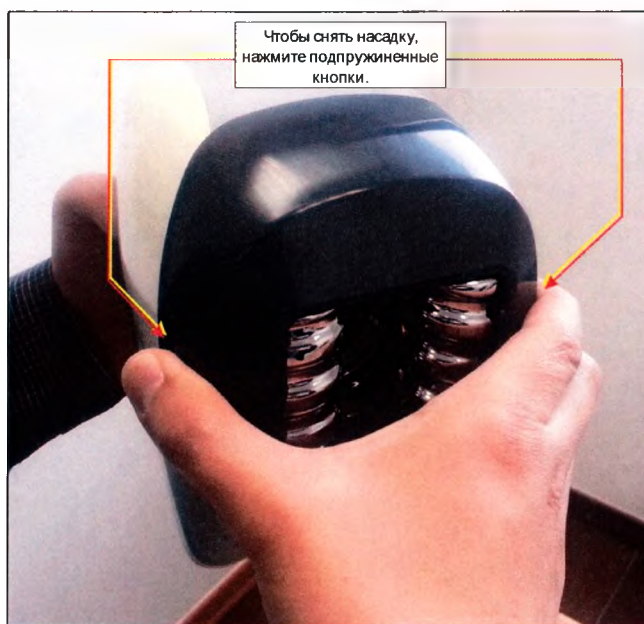

Рис. 36: Снятие съёмной насадки с Большого аппликатора «VSmooth»
1. Выключите аппарат и снимите с аппликатора съёмную насадку. Для этого утопите две подпружиненные кнопки и снимите насадку с аппликатора, потянув её для этого на себя так, как показано на Рис. 36.